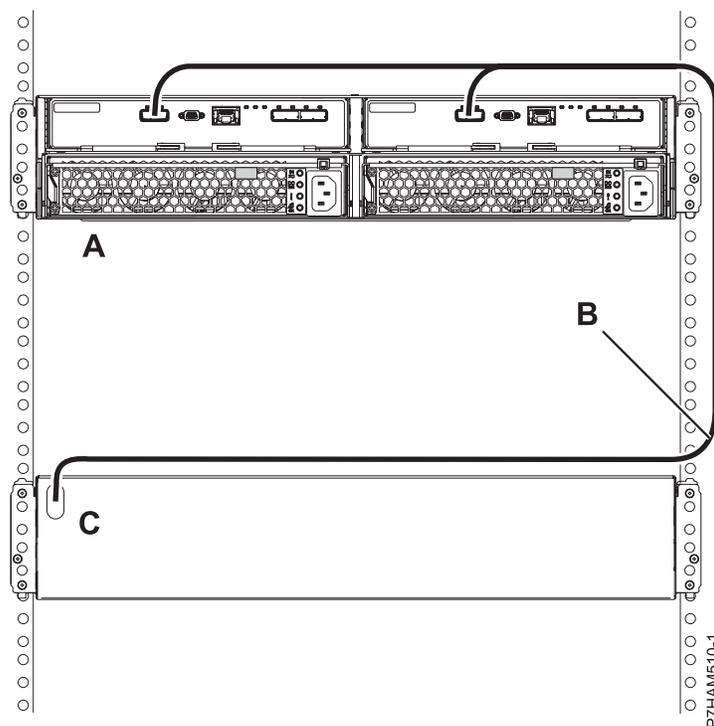

Abbildung 34. Anschließen eines Plattenlaufwerkgehäuses 5887 nach Modus 1 mit einem YI-Kabel an ein System, das einen einzelnen SAS-Einschub unterstützt
8. Schließen Sie das Plattenlaufwerkgehäuse 5887 (A) nach Modus 1 mit einem YI-Kabel (B) an ein System (C) an, das einen einzelnen SAS-Einschub unterstützt (siehe Abb. 34).